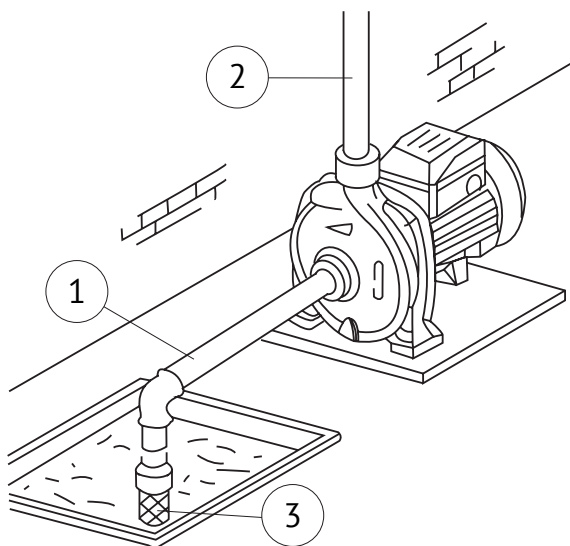

Рисунок 6 – Подключение насоса
- 1 Для всасывающего трубопровода (см. рисунок 6, поз. 1) следует использовать жесткие металлические или пластиковые трубы.
- 3 На всасывающей магистрали следует установить обратный клапан (см. рисунок 6, поз. 3).
- 1 Внутренний диаметр напорного трубопровода (см. рисунок 6, поз. 2) должен соответствовать присоединительному размеру напорного патрубка насоса.